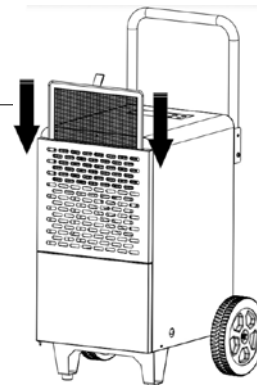

Fig. 4
<ul style="list-style-type: none">- Ne jamais exploiter l'appareil sans filtre à air- Avant la mise en service, contrôler et nettoyer ou remplacer le filtre à l'air, en fonction de son état (voir la Fig. 4)- Le cas échéant, contrôler et vidanger le collecteur de condensat avant la mise en service.- Contrôler le bon positionnement du collecteur de condensat pour assurer le fonctionnement fiable du contacteur lorsque le collecteur est plein.- Toujours positionner l'appareil à la verticale pour l'utiliser.- Fermer toutes les portes et fenêtres de la pièce.
- Désenclencher l'appareil - Off (2)
- Retirer le cas échéant le tuyau d'écoulement (19) du collecteur de condensat et le vider.
- Contrôler le filtre d'aspiration (Fig. 4), le nettoyer ou le remplacer le cas échéant